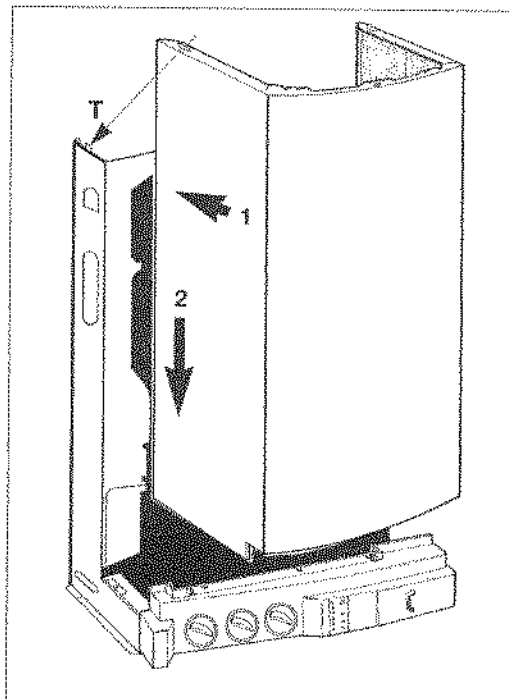

Fig. 20
- Présenter l'habillage (fig. 20) ;